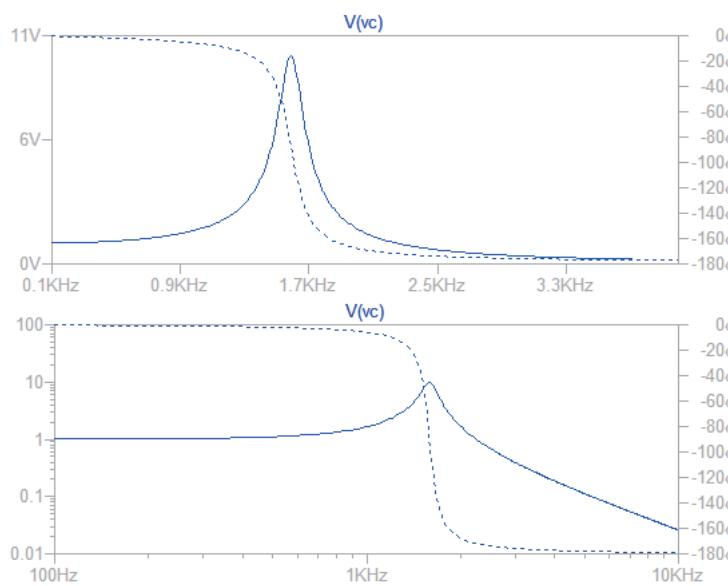

図 4.2: 周波数特性の例 : Linear 表示(上)と両対数表示(下)
が虚軸になっているので、周波数特性(図 4.2)を表現している。極が実軸に近づくと大きな振幅になることもわかりやすい。
1. LTspice の AC 解析で LCR 直列共振回路の周波数特性を計算(図 4.2 参照)。
- 図 4.2 では周波数特性を大きさと位相で表現したが、これを実部と虚部で書き、関係性を考える。